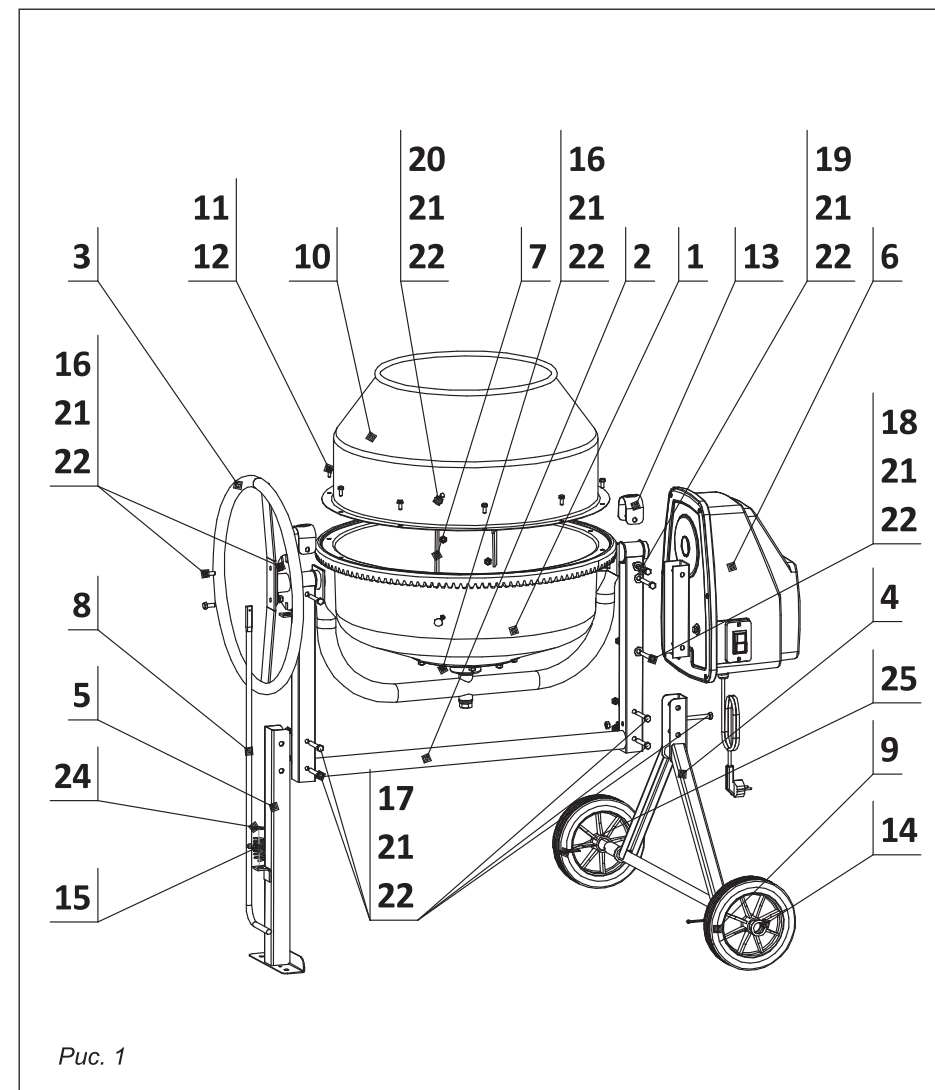

Рис. 1
5.1. Основными узлами бетоносмесителя являются барабан смесительный (**поз. 1 + поз. 10**), траверса, рама **поз. 2**, механизм опрокидывания (маховик) **поз. 3** и фиксации барабана **поз. 8**, рамка нижняя **поз. 4**, стойка **поз. 5**, электропривод **поз. 6** и колеса **поз. 9** (см. рис.1).
Снаружи смесительного барабана закреплен зубчатый венец, внутри установлены две лопасти **поз. 7**, осуществляющие перемешивание смеси (см. рис. 1).
Траверса бетоносмесителя закреплена на раме, которая одновременно соединена с рамкой нижней **поз. 4**, с установленными на ней колесами **поз. 9** и стойкой **поз. 5** (см. рис. 1).
Поворот положения смесительного барабана в процессе работы осуществляется вручную с помощью маховика **поз. 3** и устанавливается в необходимом положении фиксатором **поз. 8** (см. рис. 1).